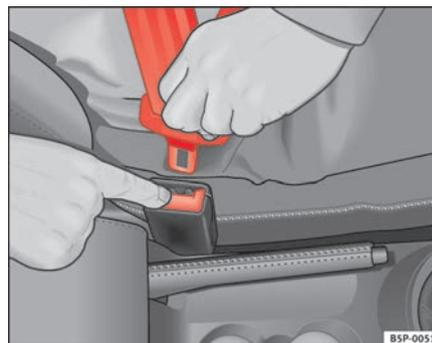

Fig. 15 Retirar la lengüeta del cierre del cinturón
- Pulse la tecla roja que hay en el cierre del cinturón ⇒ página 26, fig. 15. La lengüeta del cierre es expulsada hacia fuera ⇒ .